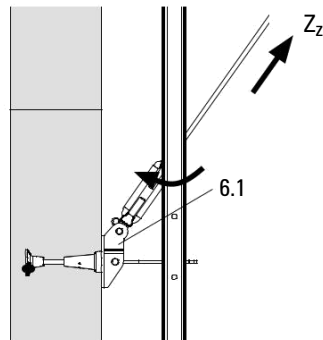

Fig. B1.34d
6. Завийте болт с халка Ø 25-M20L (7.5) в стенния накрайник (6.1) и подси-гурете с щифтове. (Fig. B1.34d)